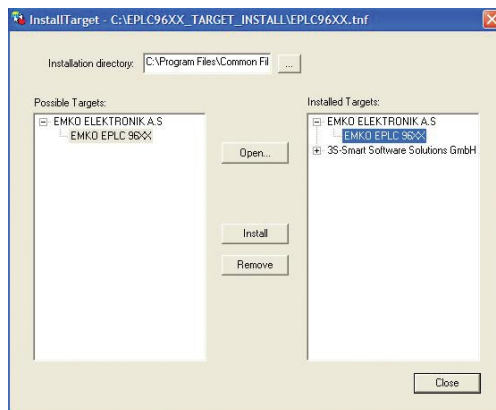

Рисунок 15.6 - установка целевой платформы контроллера EPLC96
- 9) В правом окне можно увидеть, что необходимая целевая платформа установлена успешно (см. Рисунок 15.6);